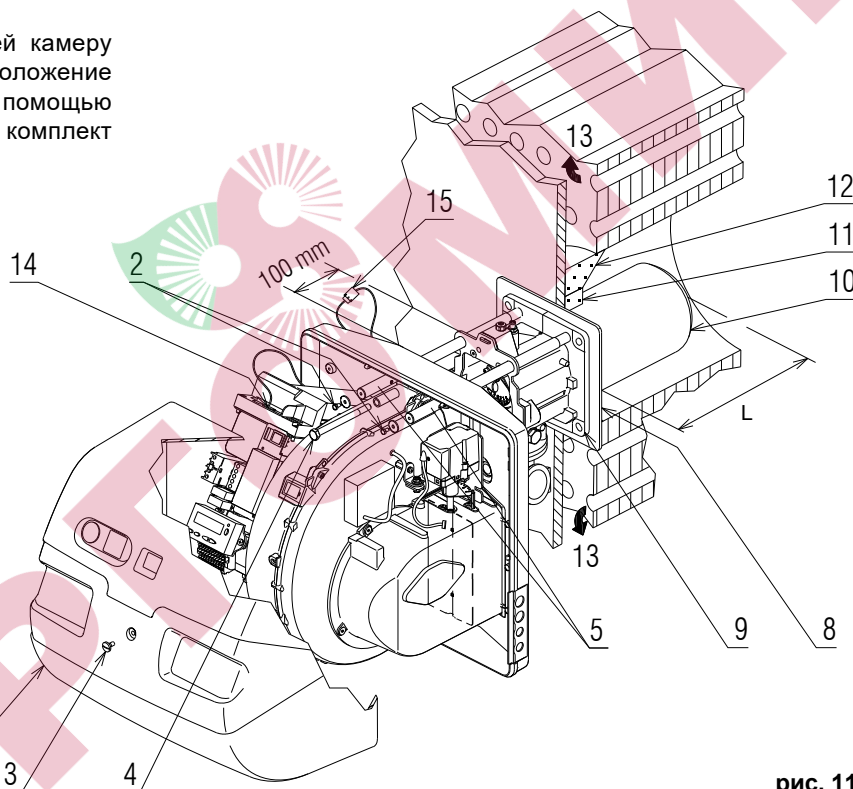
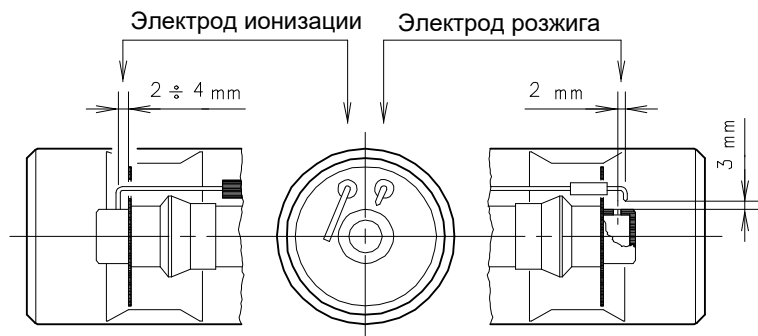
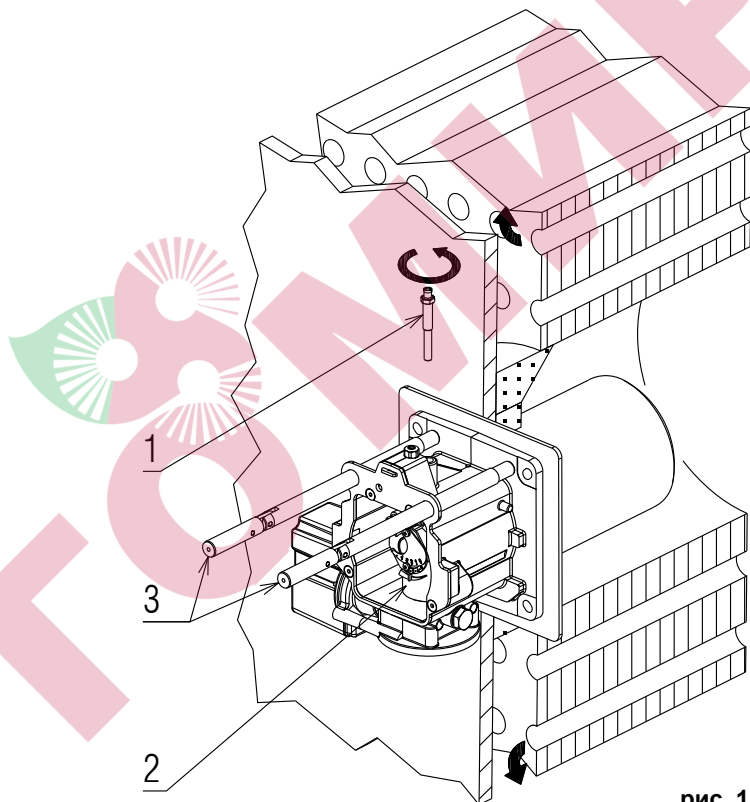

рис. 11
рис. 12
рис. 13
Проверить идентификационный щиток горелки (рис. 12), на котором указаны:
Для котлов с передними дымоходными проходами 13) между огнеупорным материалом 12) и дымовой трубой 10) должна быть установлена защита из огнеупорного материала 11). Эта защита не должна препятствовать извлечению пламенной трубы. см. рис. 11. Для котлов с фронтальной частью с водяным охлаждением огнеупорная футеровка не требуется 11)-12), за исключением случаев, когда это прямо предписано изготовителем котла.
Прежде чем прикреплять горелку к котлу, проверьте правильность расположения датчика и электрода, как показано на рис. 12, через отверстие продувочной трубки. Если при предыдущей проверке положение датчика или электрода было неправильным, открутите винт 1) (рис. 13), извлеките внутреннюю часть 2) (рис. 13) головки и откалибруйте их. Не поворачивайте датчик: оставьте его таким, как показано на рис. 12, поскольку, если он расположен слишком близко к электроду зажигания, усилитель блока управления может быть поврежден. Отделите головку сгорания от остальной части горелки, рис. 11.
Закрепите фланец 9) (рис.11) на плите котла, вставив в него прилагаемую изолирующую прокладку 8) (рис.11). Используйте 4 прилагаемых винта с моментом затяжки $35 \div 40$ Нм, предварительно защитив их резьбу средствами против заедания. Уплотнение между горелкой и котлом должно быть герметичным. После запуска (см. раздел 5.8) убедитесь в отсутствии утечки дымовых газов во внешнюю среду.
- установите горелку на направляющие 3) на расстоянии около 100 мм от соединения труб 4) - горелка в положение, показанное на рис. 11;
- подсоедините штекер серводвигателя 14) (рис. 11) и затяните кабельную втулку 15) (рис. 11).;